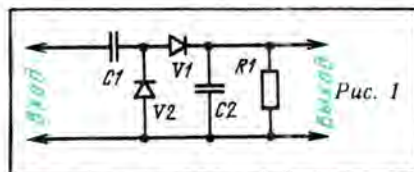

Рис. 1
**В** прикладной радиоэлектронике и автоматике широкое применение нашли конденсаторные частотомеры (рис. 1), называемые также частотомерами с дозирующим конденсатором и интегрирующей RC-цепью [1, 2].